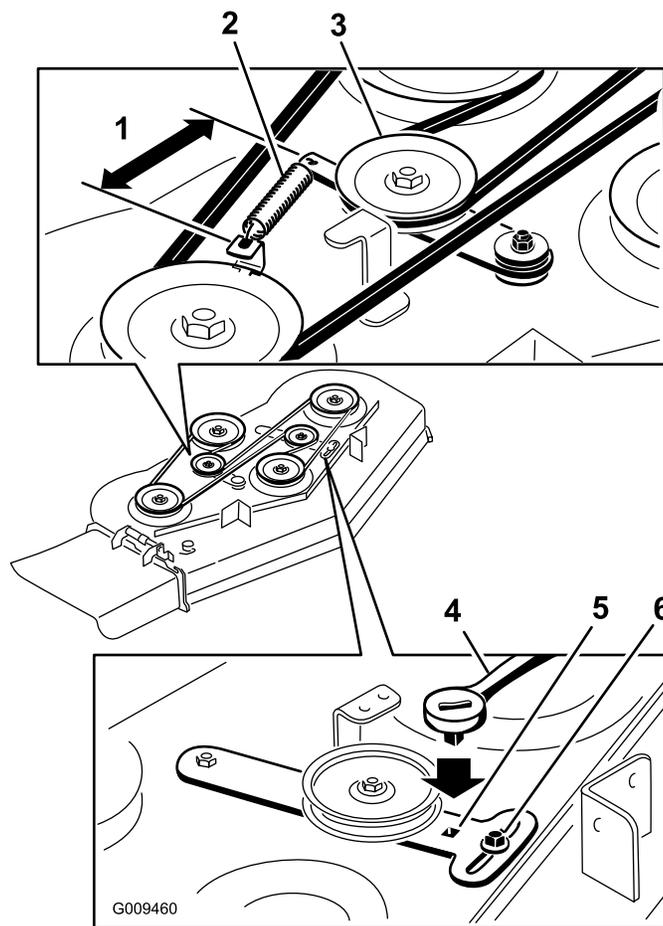

Figura 61
5. Retire la correa usada del cortacésped (Figura 61).
6. Instale la correa nueva del cortacésped alrededor de las poleas de la plataforma y la polea del embrague (Figura 61).
7. Utilizando la llave de carraca en el brazo tensor, apriete la polea tensora hasta que el muelle mida 14,6 cm (5-3/4 pulg.) de un gancho a otro (Figura 61).